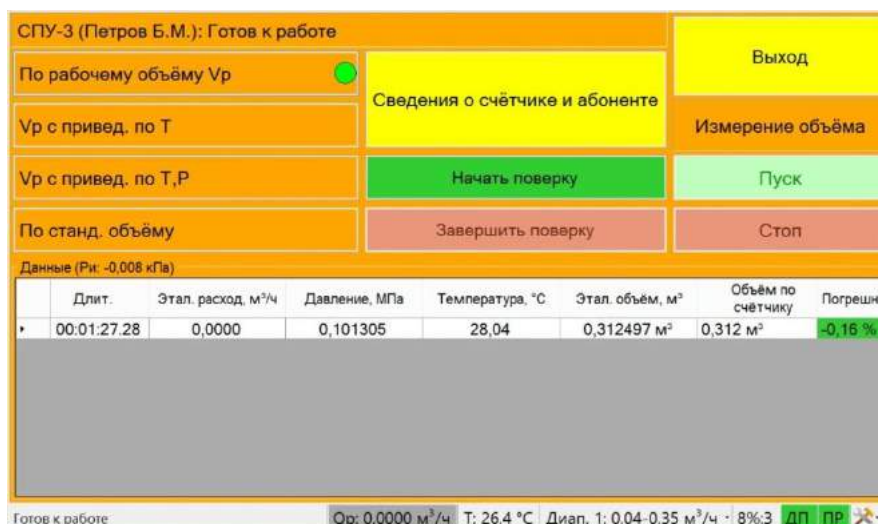

Рисунок 11
12) В момент, когда на индикаторе поверяемого счетчика сменится значение младшего разряда, нажатием кнопки «Пуск» начать поверку счетчика в данной точке диапазона измеряемых расходов. Записать начальные показания счетчика в момент запуска. При этом на дисплее Установки индицируется время проведения поверки и измеренный Установкой объем газа (рисунок 11).